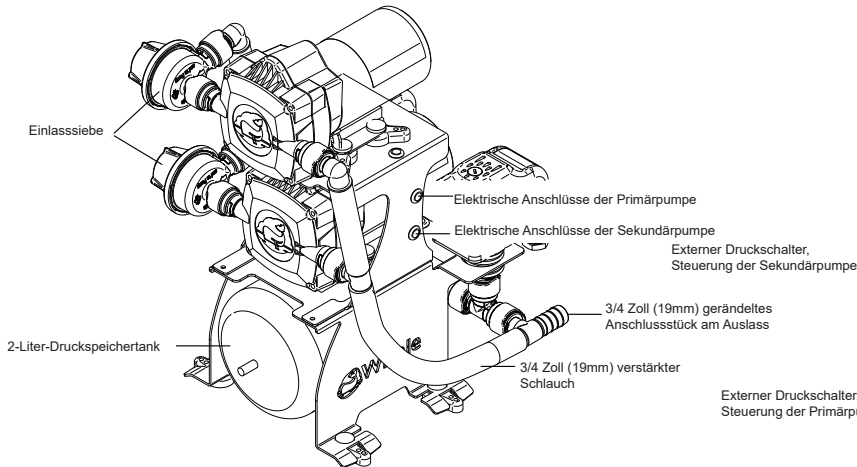

Abbildung 1a Produktkomponentenansicht 1
- Abb. 1A Produktkomponenten Ansicht 1